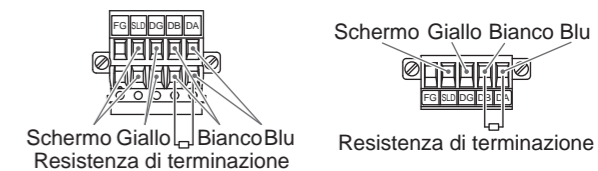

Figura 3
(3) La resistenza di terminazione da collegare alla rete CC-Link dipende dal tipo di cavi usati. (Vedere tabella sotto. Figura 3)